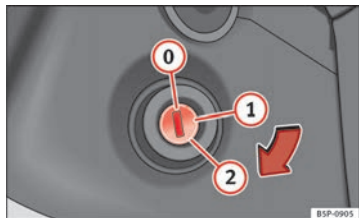

Fig. 135 Posiciones de la llave de contacto.
En esta posición ⇒ fig. 135 el encendido y el motor están desconectados, pudiéndose bloquear la dirección.
- Gire la llave de contacto hasta la posición ⇒ fig. 135 ①. El testigo  se encenderá en caso de precalentamiento del motor.
- En cuanto se apague el testigo, gire la llave de encendido a la posición ② para poner en marcha el motor y no pise el acelerador.
- Gire la llave de contacto a la posición ⇒ fig. 135 ①.